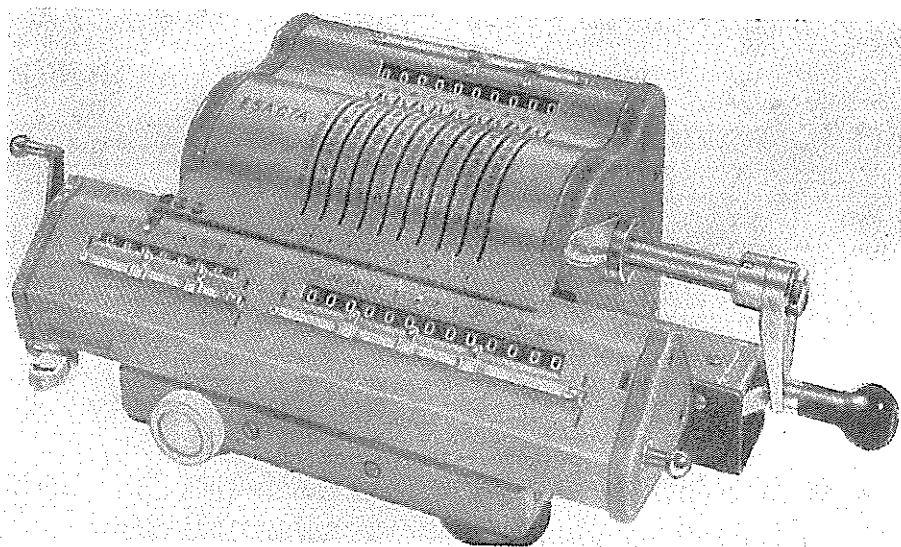

Fig. 49 - CALCOLATRICE A LEVE EACTA - Modello 1152 con visibilità e reimpostazione automatica del prodotto.
Sono macchine non scriventi, azionate, di solito, per mezzo di una manovella, che presentano la loro caratteristica fondamentale nel dispositivo d'impostazione. Tale dispositivo è rappresentato da un certo numero di leve o cursori che scorrono entro scanelature; lungo queste scanelature sono segnate le cifre da 0 a 9 o da 1 a 9 (alcuni modelli non portano segnato lo zero). Ogni scanelatura rappresenta un ordine decimale: unità, decine, centinaia, ecc. Naturalmente, possono essere fissati degli indici per l'indicazione di cifre decimali. Il numero delle scanelature dà la capacità della macchina. L'insieme delle scanelature può essere paragonato alla tastiera di una macchina a tastiera estesa ed ogni scanelatura ad una colonna della tastiera estesa. Così, ad esempio, una calcolatrice a cursori con 10 scanelature permette l'impostazione di numeri di 10 cifre intere oppure di 8 intere e due decimali (vedi fig. 49) come una tastiera a 10 colonne.
4. modello 1152 con reimpostazione e visibilità (vedi fig. 49).